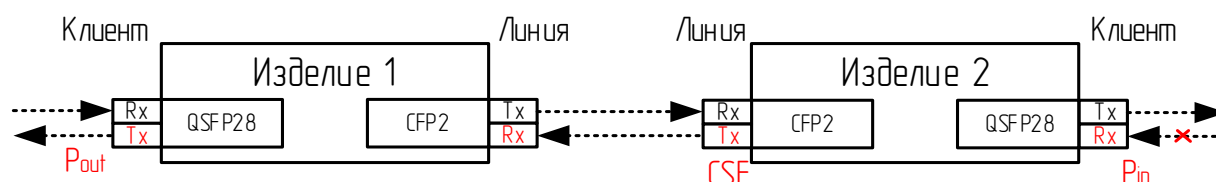

Рисунок 45 – Режим ALS с удаленного клиента на клиент
2.4.6.4 Отключение выходной оптической мощности в сторону клиента при отсутствии мощности на входе с удаленного клиента (см. Рисунок 45). Установить для параметра *Cll.LLF.Set* необходимое значение.